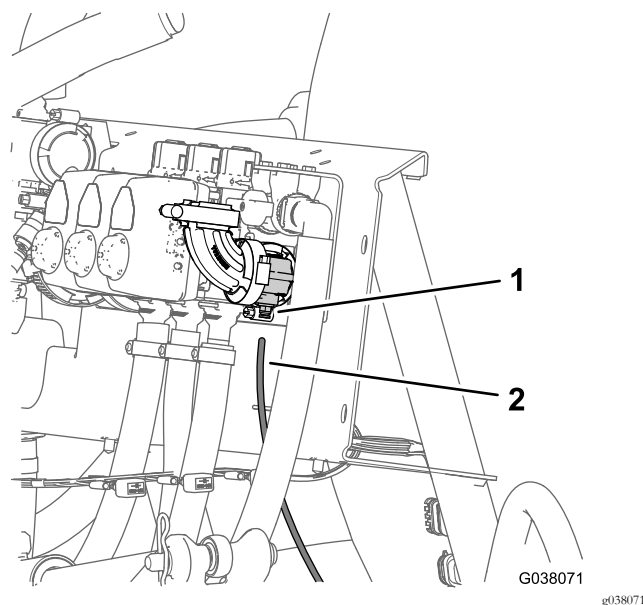

Рисунок 124
2. Вставьте трубку датчика давления в запорное кольцо до полной посадки трубки (Рисунок 124).
1. Подсоедините конец трубки датчика давления (пластиковой) для манометра на приборной панели к запорному кольцу соединительной муфты трубки (Рисунок 124).